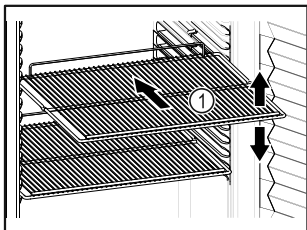

Fig. 57
- Jeśli ruszty do składowania Fig. 57 (1) są ruchome, należy je ustawić odpowiednio do wysokości.